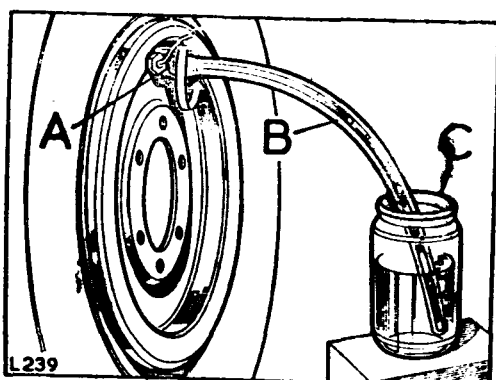

Fig. H1-12.- Sangrado del cilindro de rueda
Para sangrar, aflojar el racord correspondiente habiendo conectado al mismo previamente un tubo de plástico transparente con el extremo introducido en un recipiente de recogida adecuado (Fig. H1-12).
- 3.2.5.- Aflojar el racord de sangrado habiendo conectado al mismo previamente un tubo de plástico transparente con el extremo libre sumergido en un recipiente que contenga un poco de líquido de frenos limpio. De esta forma se evitará que ingrese aire en el sistema durante la operación de sangrado (Fig. H1-12).